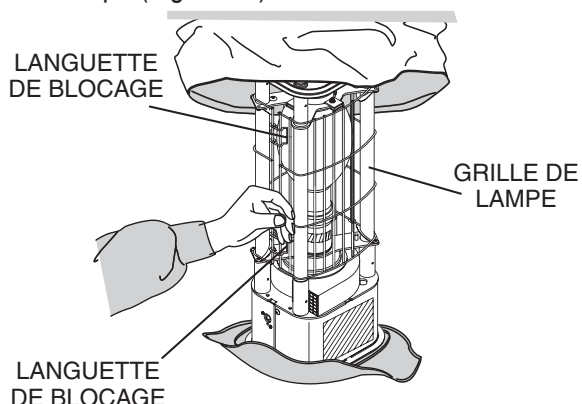

Figure 37. Desserrer les languettes de verrouillage de la grille
6. Desserrer les languettes de verrouillage de la grille de lampe (Figure 37).